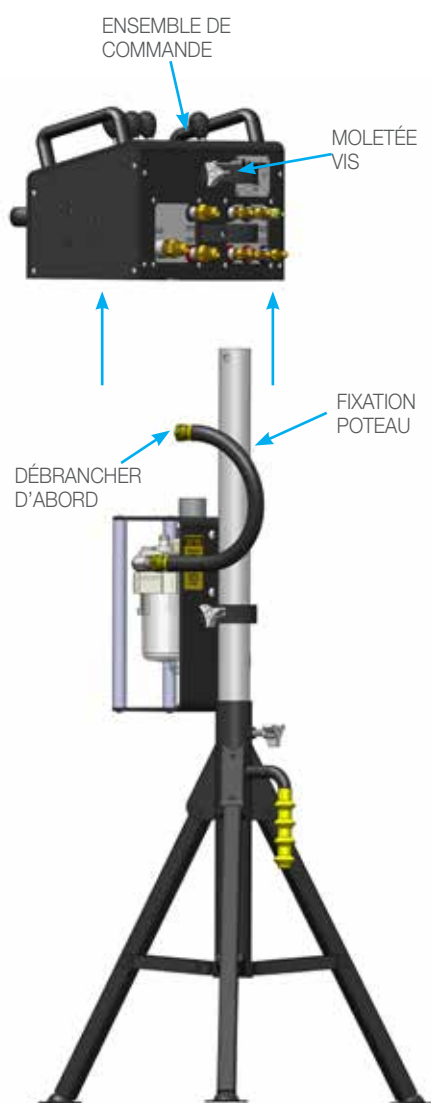

FIGURE 1
1. Débranchez le flexible pneumatique de l'arrière de l'ensemble de commande. Desserrez la vis moletée sur la fixation sur poteau de l'ensemble de commande. Soulevez avec précaution l'ensemble de commande pour le séparer du poteau de fixation et mettez-le de côté. **(Figure 1)**